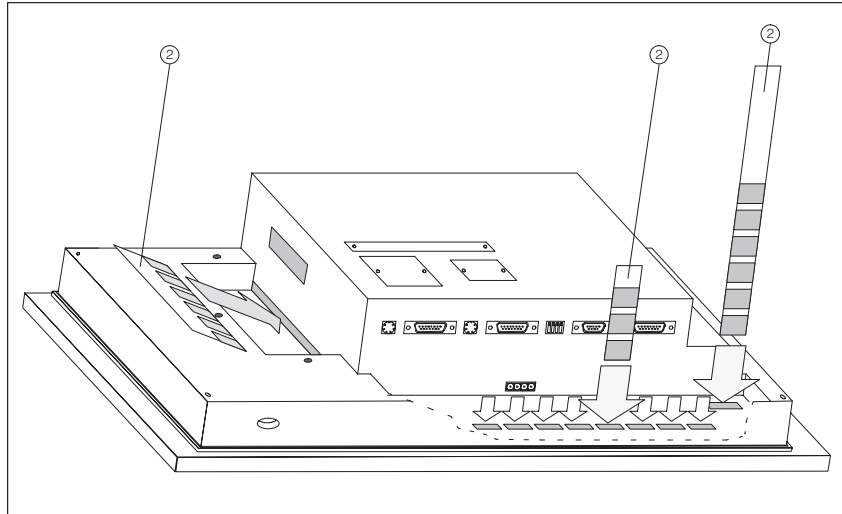

Figura 17-4 Introducir las tiras de rotulación
5. Introduzca las nuevas tiras ② con la rotulación hacia abajo en la ranura de la placa frontal (véase la figura 17-4).